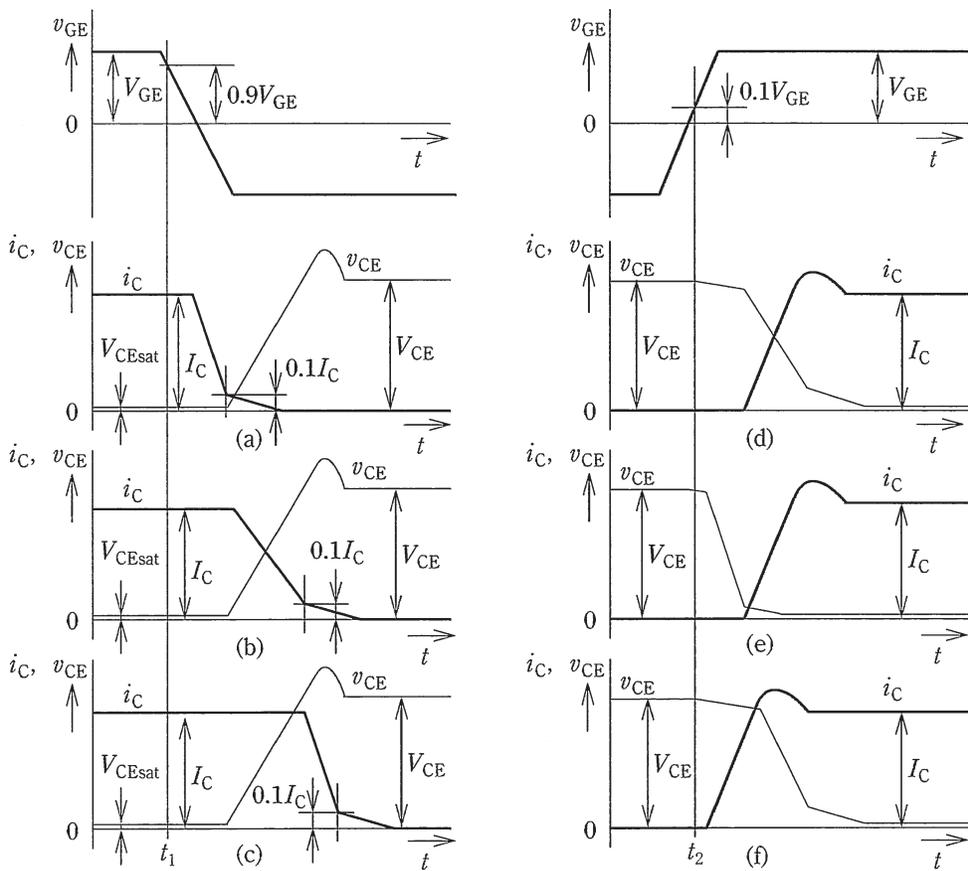

図2 ターンオフ及びターンオン時の波形
IGBT のゲート-エミッタ間電圧 v_{GE} を制御し、時刻 $t=0$ で IGBT をターンオンさせると、L に流れる電流 i_L は 0 から徐々に増加する。時刻 t_1 で i_L が試験設定電流 I_C に達したとき、IGBT をターンオフさせ、短時間後の t_2 に再度ターンオンさせた。 t_1 から t_2 までの間、 i_L は、ダイオード D を環流し減衰するが、 (t_2-t_1) が短時間であるので、ここでは I_C に維持されるものとする。このときのターンオフ時のコレクタ-エミッタ間電圧 v_{CE} 及びコレクタ電流 i_C の概略波形は、図2の (1) となる。また、ターンオン時の同概略波形は、図2の (2) となる。